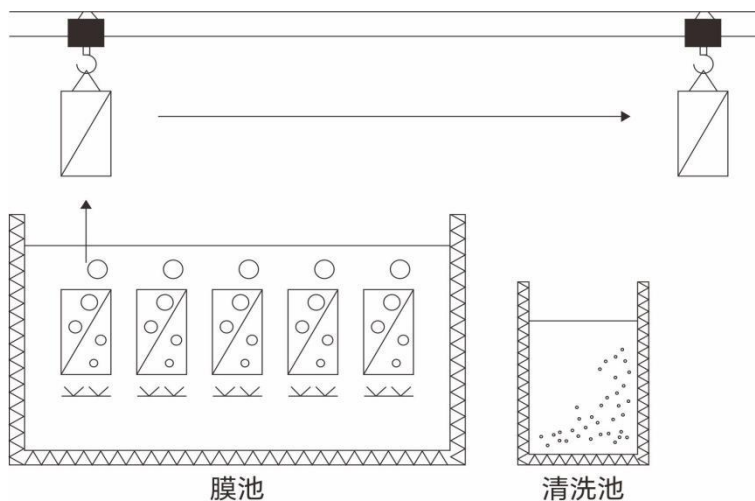

图4-10
清洗步骤：如下图4-10—4-14所示；
- 2) 如图4-10所示，从膜组件上卸下产水管、曝气管，将膜单元从膜池吊出后放至清洗平台；